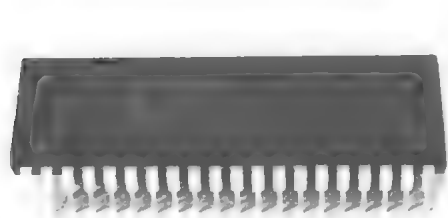

图 2.4 DIP 封装
(2) DIP 双列直插式封装。
DIP (Dual Inline-pin Package) 是指采用双列直插形式封装的集成电路芯片，绝大多数的小规模集成电路 (IC) 均采用这种封装形式，其引脚数一般不超过 100 个。采用 DIP 封装的 CPU 芯片有两排引脚，需要插入到具有 DIP 结构的芯片插座上。当然，也可以直接插在有相同焊孔数和几何排列的电路板上进行焊接。DIP 封装的芯片在从芯片插座上插拔时应特别小心，以免损坏引脚。其封装外形如图 2.4 所示。
- ① 适合在 PCB 上穿孔焊接，操作方便。
- ② 封装面积与芯片面积之间的比值较大，故体积也较大。
- (3) QFP 塑料方型扁平式封装。